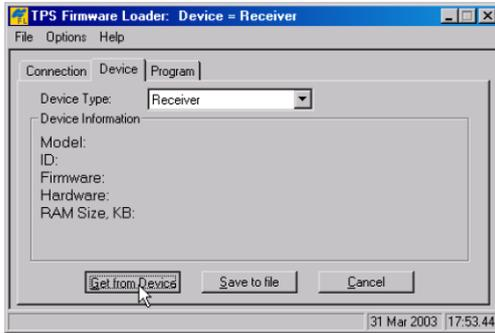

Figura 5-19. Impostazione del tipo di dispositivo
1. In FLoader, fare clic sulla scheda **Device** e impostare *Device Type* come "Receiver". Fare quindi clic su **Get from Device** per informazioni sul dispositivo (Figura 5-19 a pag. 5-19).